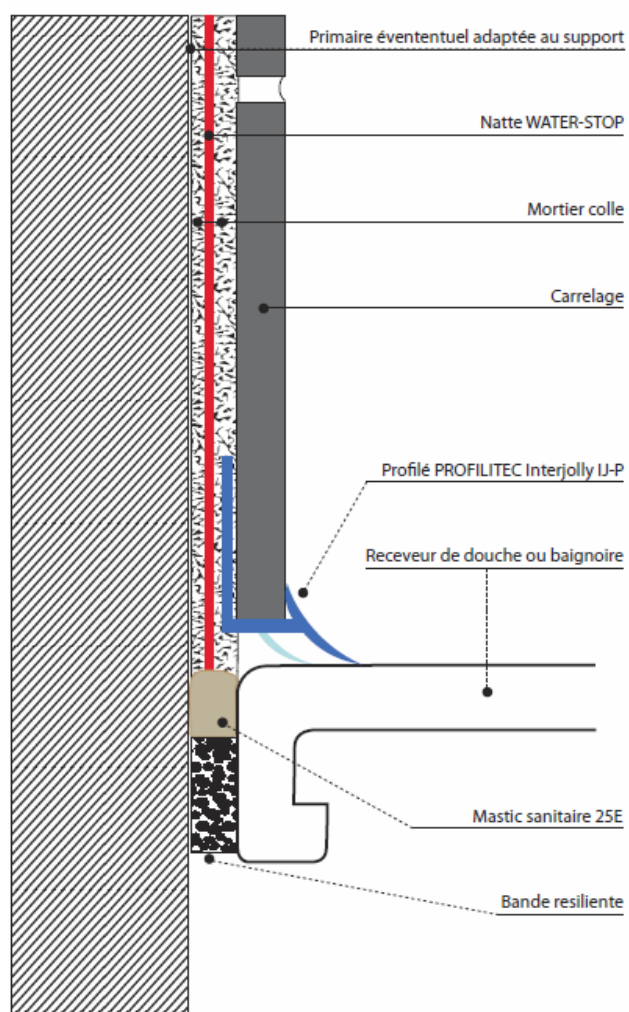

Figure 5 – Traitement de la jonction au niveau d'un receveur de douche ou d'une baignoire
5.2 Traitement préalable (figures 5 et 6)
5.42 Appareils sanitaires (figure 5)